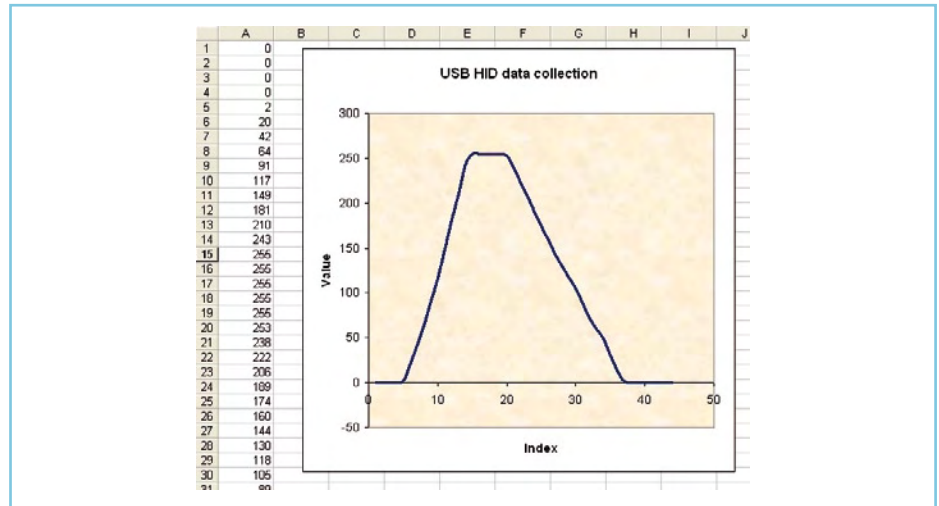

Figure 4. Exemple de données collectées et restituées sous forme de graphique.
5. Les données peuvent être traitées, par exemple converties en un graphique (voir figure 4).